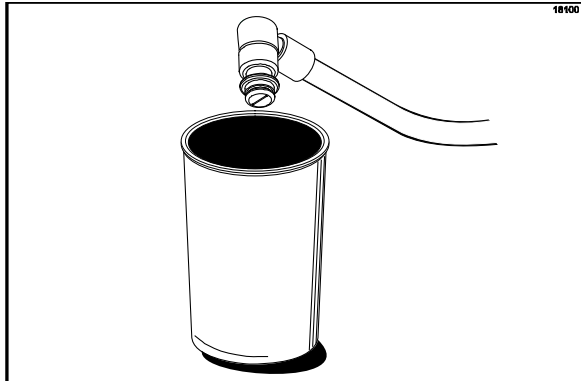

Figure 32
20. Chaque parfum de sirop doit être amorcé pour évacuer tout l'air des flexibles à sirop. Pour amorcer chaque flexible à sirop, tenir le flexible à sirop au-dessus d'un gobelet vide (Cf. Figure 32).